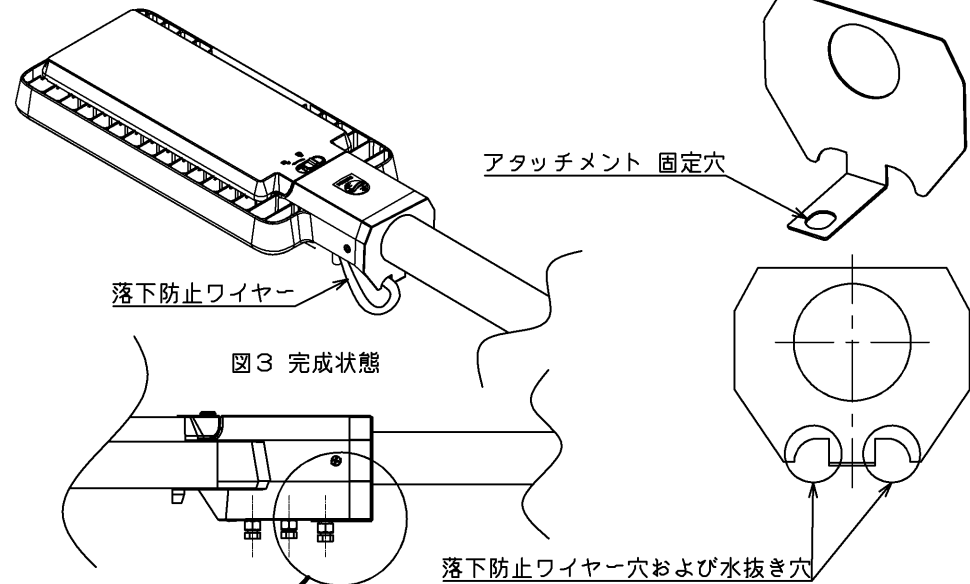

図3 完成状態
2.取説6にて落下防止ワイヤーを取り付けた後、取説7にて器具取付用ボルトを締める際に、1.でポールに挿入したポール用アタッチメントと一緒に、外しておいた器具取付用ボルトを締めてください(締付トルク25N・m。図3および4参照)。なお、アタッチメントを取り付ける際、図3のようにアタッチメント下部の穴から落下防止ワイヤーを通してください。